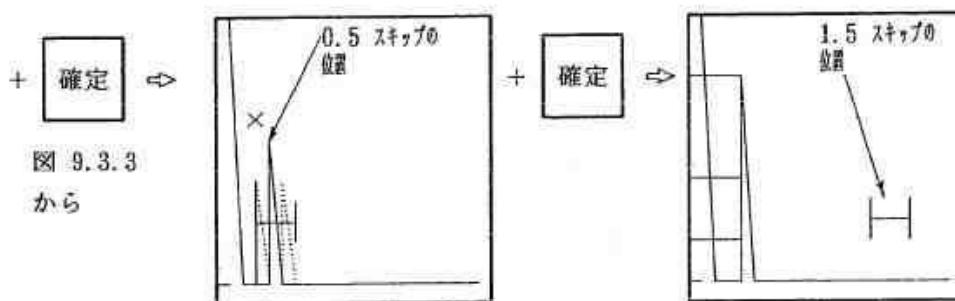

図 9.3.4-1 0.5 スキップまでのLMH 線の作成と1.5 スキップの指示
- ④選択キー【F 2】を1回押します。続いて確定キーを1回押します。この操作を行うと、表示器の探傷图形中に初期ステップに相当する位置（ここで説明では標準試験片 STB-A2 の  $\phi 4 \times 4$  を使用しているので、0.5 スキップ点に相当する位置となる。図 9.3.4-1参照）にゲートマーカーが現れると共に、メニューエリアには、図 3.3.3 に示すように【F 1 終了】のメニューが表示されます。
- ⑤  $\phi 4 \times 4$  反射源のエコーがゲートマーカ内に現れ、そのエコーの高さが最も高くなるように探触子を走査します。ゲート内の最も高いエコーのピークに「×」が追従します。最もエコーの高さが高くなった点で探触子を固定し確定キーを1回押します。この操作によって、このエコーの高さは自動的に縦軸目盛の80%に設定されると共に、時間軸の[0]点から、入力された0.5スキップまでのLMH線が図9.3.4-1の示したように描かれます。